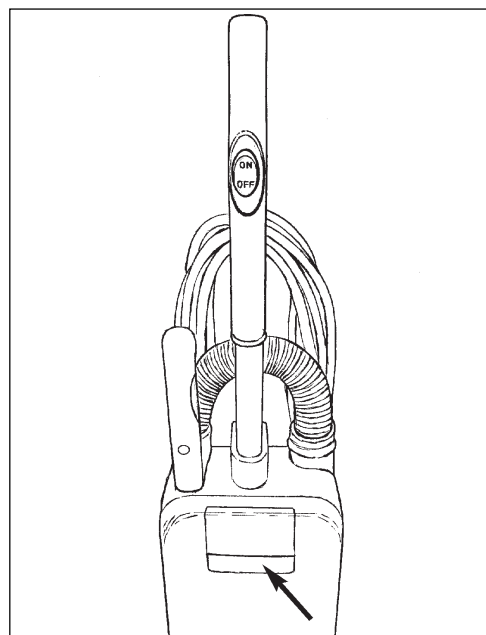

Figure 17
2. Ouvrez le capot avant du boîtier de collecteur de poussière. Pour ouvrir le boîtier de collecteur de poussière, soulevez la poignée de libération (voir figure 17).